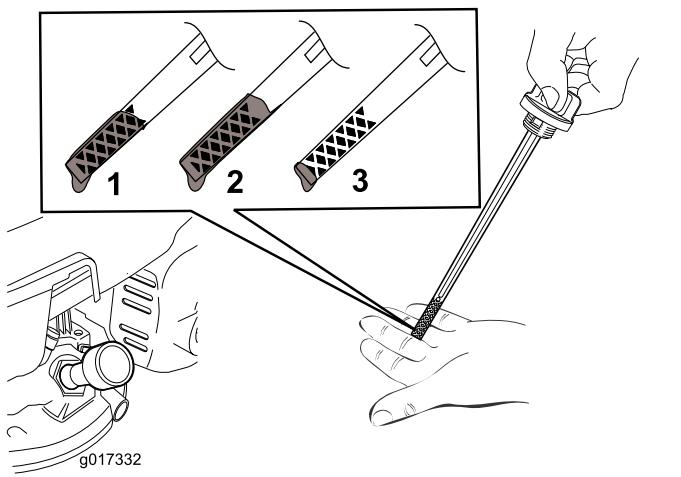

Figure 38
3. Vérifiez le niveau d'huile indiqué sur la jauge (Figure 38).